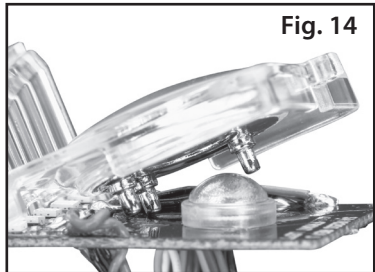

Fig. 14
3. Instale la lente reflectora y los reflectores cromados (2 cada uno) en las placas de circuito (Fig. 14). **Nota:** Los reflectores/las lentes deben instalarse correctamente para que queden planos en las placas de circuito. Alinee las características de incrustación (clavijas en los reflectores cromados y lentes transparentes) con los orificios de las placas de circuitos y la estructura de la rejilla.